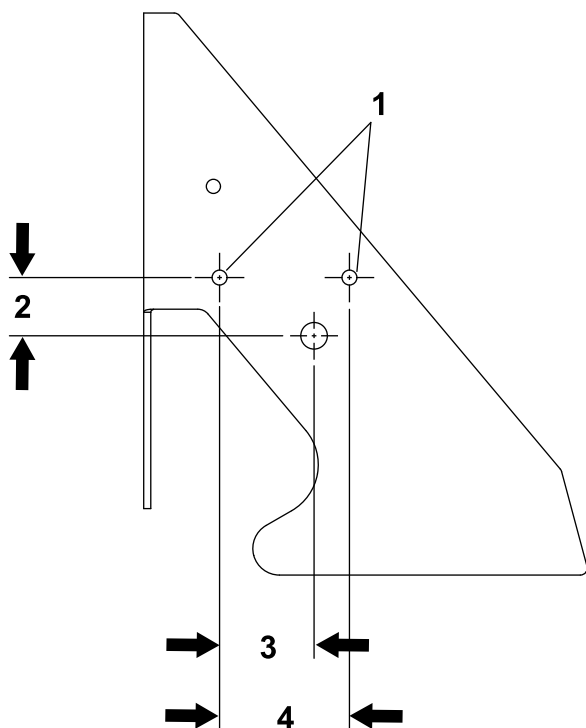
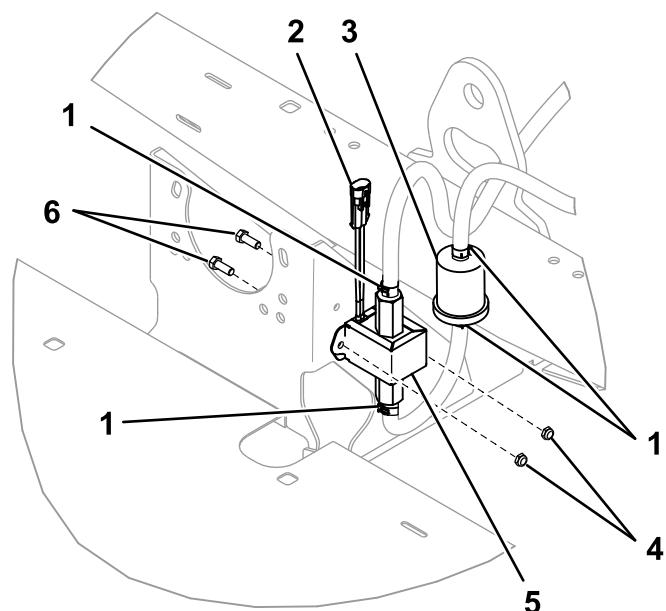

Figura 11
Figura 12
Folosii Figura 1, Figura 11 i Figura 12 pentru această procedură.
5. Localizai, marcai i realizați 2 orificii (7,2 mm) în plăcile posterioare de pe cadru, conform imaginii Figura 11.